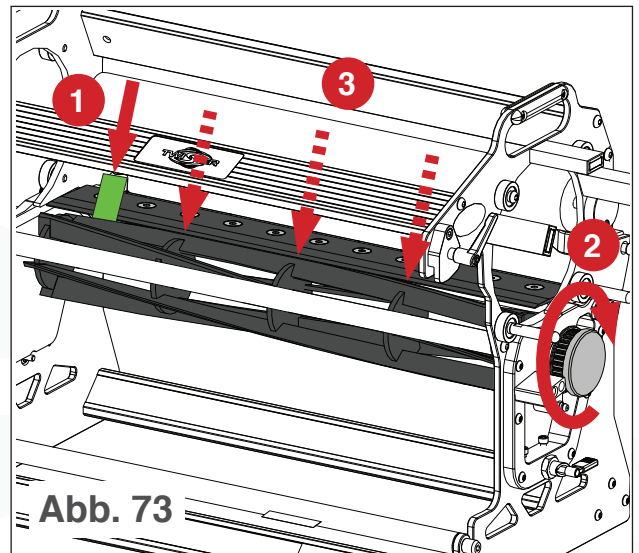

Abb. 73
- a. Führen Sie ein Stück Papier zwischen der Helixklinge und dem Bettmesser ein, drehen Sie die Klingenscheibe von Hand, um sicherzustellen, dass die Helixklinge das Papier wie eine Schere schneidet (siehe Abb. 73).
- b. Wiederholen Sie Schritt a an mehreren Punkten entlang der Länge des Bettmessers (siehe Abb. 73). Wenn die Helixklinge das Papier nicht